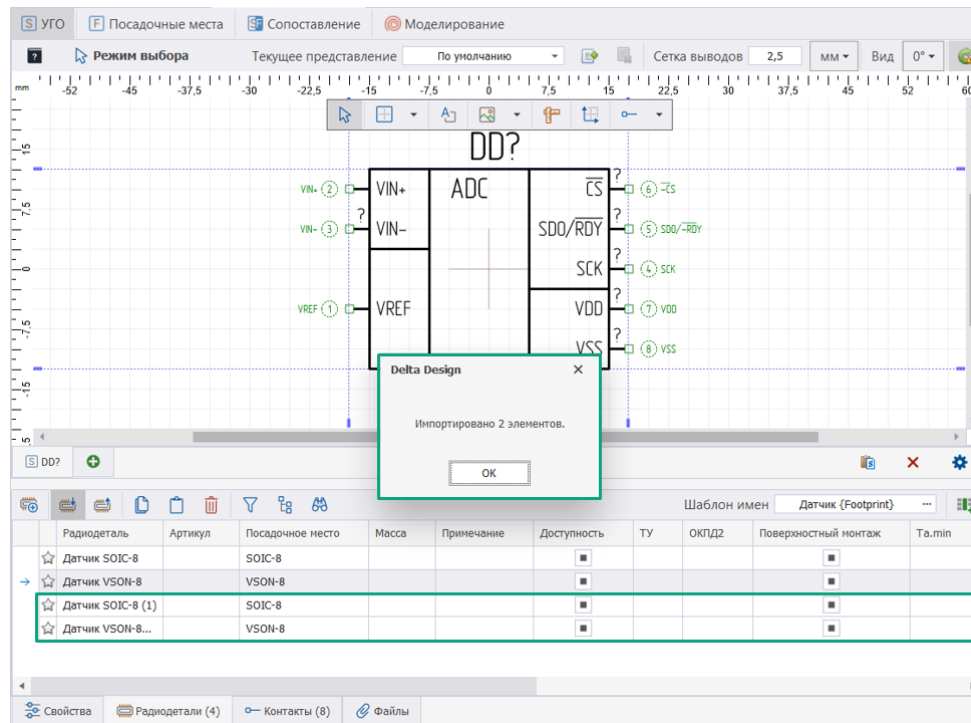

Рис. 310 Результат импорта данных радиодеталей
4. В таблице вкладки «Рдиодетали» редактора компонентов отображаются добавленные строки импортированных радиодеталей, см. Рис. 310.